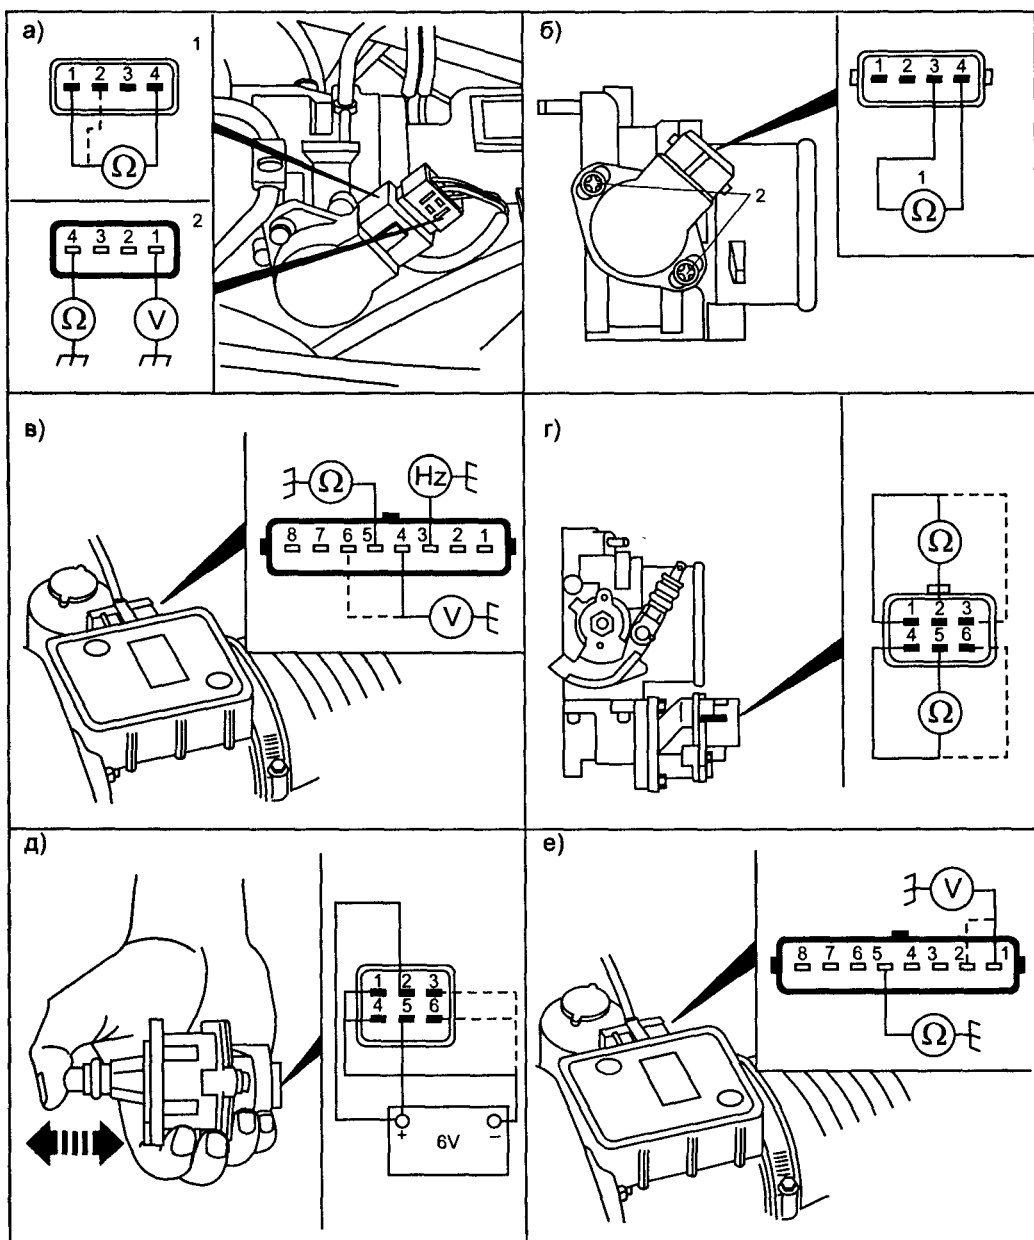

Рис. 2.6.10. Впускная система
- отключают разъем датчика TP и проверяют сопротивление между соответствующими контактами TP в различных положения дроссельной заслонки (см. табл. 2.6.3 и рис. 2.6.10а). При перемещении дроссельной заслонки сопротивление должно изменяться плавно, без провалов. Если этого не происходит — заменяют датчик TP;
- включают зажигание и проверяют наличие напряжения +5 В на конт. 1 (см. рис. 2.6.10а). Проверяют соответствующие соединения и, при необходимости, блок ЕСМ;
- измеряют сопротивление между конт. 4 и «землей» (см. рис. 2.6.10а) — оно должно быть равно нулю.
- отключают разъем датчика TP и измеряют сопротивление между соответствующими контактами TP в различных положениях дроссельной заслонки (см. табл. 2.6.4 и рис. 2.6.10б);
- включают зажигание и проверяют напряжения +5 В на контакт 1 (см. рис. 2.6.10а). Если оно равно нулю, проверяют соответствующие соединения и, при необходимости, блок ЕСМ;
- выключают зажигание, отключают разъем датчика TP и ослабляют винты крепления TP к корпусу дроссельной заслонки (см. рис. 2.6.10б);
Конструктивно датчики VAF, IAT и BARO объединены в одном корпусе и имеют общий разъем (см. рис. 2.6.10в). Проверка датчика VAF заключается в следующем:
- не отсоединяя разъема датчика VAF подключают осциллограф (частотомер) к контакту 3 (см. рис. 2.6.10в);
- отключают разъем датчика VAF и проверяют подключение контакта 5 разъема жгута к «земле», а контакт 4 — к 12 В (последнее — при включенном зажигании, см. рис. 2.6.10в). Если питания нет, проверяют предохранители F2, F15, реле K46 и соответствующие соединения.
Клапан IAC выполнен на шаговом двигателе, который управляется импульсными сигналами ЕСМ (см. осц. 5 на рис. 2.6.6). Порядок проверки IAC следующий (см. рис. 2.6.10г):
- отключают разъем IAC и измеряют сопротивление обмоток шагового двигателя (см. рис. 2.6.10г, конт. 1 и 2, 2 и 3, 4 и 5, 5 и 6 разъема IAC), его величина должна быть в пределах 28...33 Ом;
- контакты 2 и 5 подключают к «плюсу» источника 6 В, а пары контактов 1 и 4, 3 и 4, 3 и 6, 1 и 6, 1 и 4 к «минусу» источника (рис. 2.6.10г). Шток клапана IAC должен переместиться в крайнее переднее положение;
- при включенном зажигании измеряют напряжение на конт. «2» разъема датчика VAF (см. рис. 2.6.10е), оно должно быть в пределах 3,7...4,3 В на уровне моря и 3,2...3,8 В на высоте 1200 м над уровнем моря;